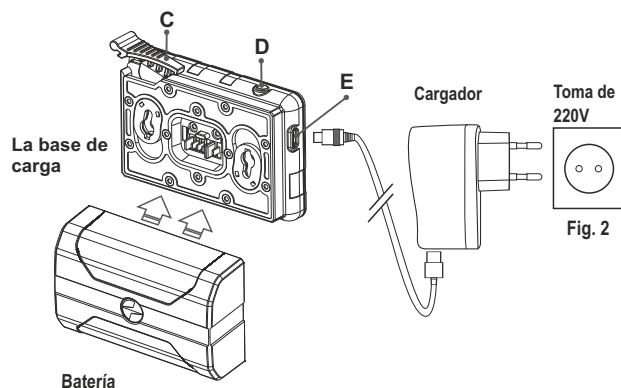

Fig. 2
- Instale el paquete de pilas en el cargador como se muestra en la fig. 2. Encaje la palanca con un clic **(C)**.
- Tras la instalación, un indicador **LED verde (D)** en el cargador se encenderá y empezará a parpadear: